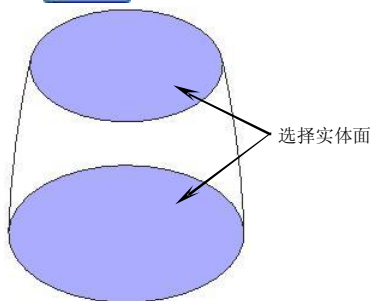

图5-15
6. 在【特征操作】工具条中单击【外壳】按钮，弹出【外壳】对话框。在【厚度】输入框中输入“2”，然后选择图 5-15 所示的实体面作为移除面，最后单击  按钮创建外壳特征，结果如图 5-16 所示。